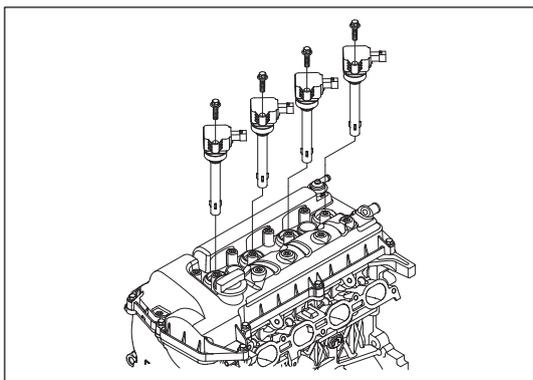

Рис. 12-2-2. Снятие катушки зажигания
(1) Снятие катушки зажигания
- в) Выкрутить катушку зажигания из монтажного отверстия в крышке головки блока цилиндров, как изображено на рис. 12-2-2.
(2) Снять крышку головки блока цилиндров